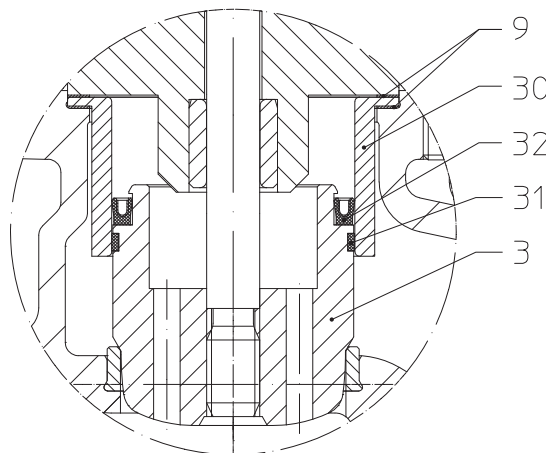

Fig. 27:
- Rimuovere la guarnizione per pistoni (pos. 32) usurata dalla scanalatura nell'otturatore con un utensile adatto (ad esempio un cacciavite).
- Inserire una nuova guarnizione (pos. 32) rispettare per l'occasione la corretta posizione; si veda la Fig. 27).
- Sostituire il nastro di guida (pos. 31).
- Pulire la superficie interna della boccola di guida (pos. 30); lisciare eventualmente con l'aiuto di un prodotto abrasivo fine.
- Sostituire le 2 guarnizioni piatte (pos. 9).
- Fissare con i dadi (pos. 11) e avvitare a croce.